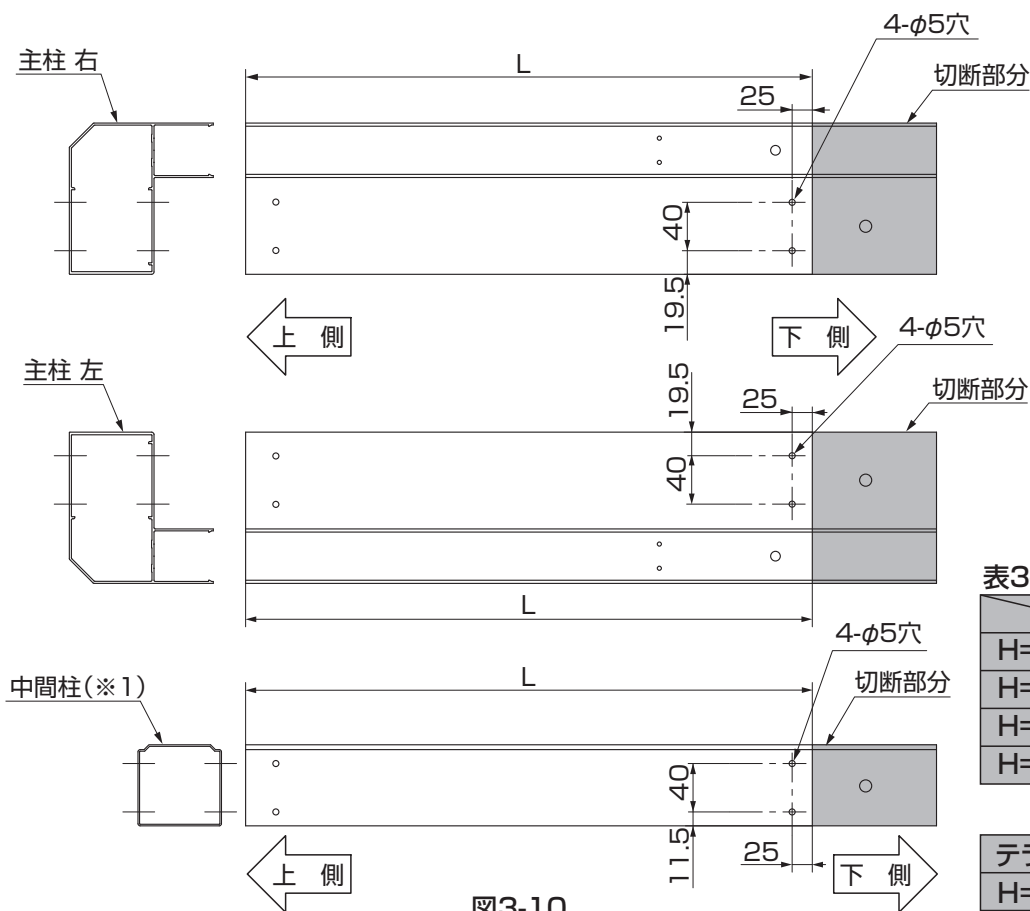

図3-10
①図3-10、表3-3を参照して主柱、中間柱を加工してください。